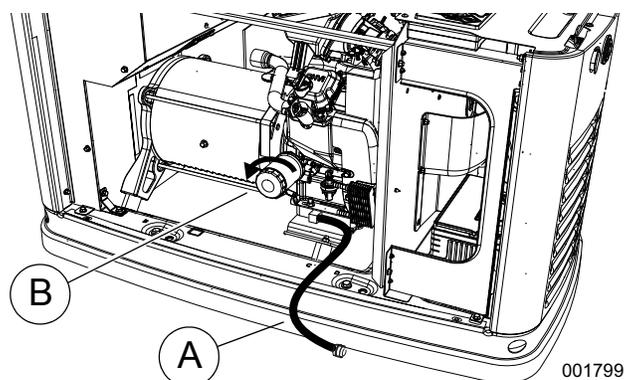

Figure 4-2. Emplacement du filtre à huile et du tuyau de vidange
2. Voir la section **Figure 4-2**. Quelques minutes après l'arrêt du moteur, lorsqu'il a légèrement refroidi, soulevez le couvercle et retirez le panneau avant. Dégagez le tuyau de vidange d'huile (A) en le libérant de sa pince de fixation. Retirez le bouchon du tuyau et vidangez l'huile dans un récipient approprié.